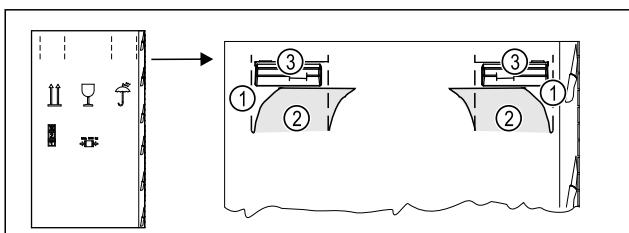

Fig. 3
- 按下包装箱顶部的易撕条 Fig. 3 (1)。
- 拉出已压入的箱体挡板 Fig. 3 (2)。
- 可看见左右提手 Fig. 3 (3)。
- 抓住冰箱的提手 Fig. 3 (3)。
- 拉出已压入的箱体挡板 (2)。